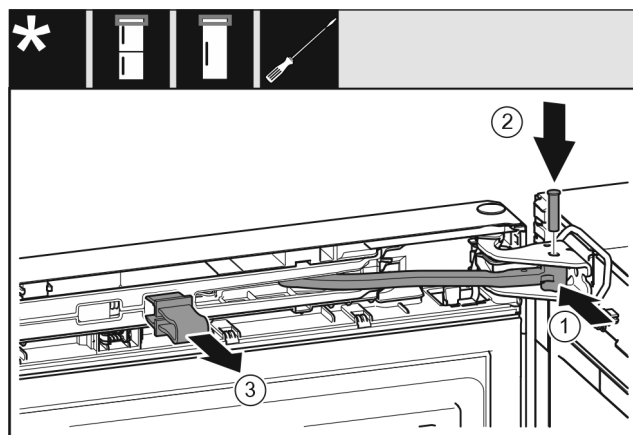

Fig. 66
- Otočte kloub Fig. 66 (1) ve stojanu ložiska.
- Vložte čep Fig. 66 (2) do stojanu ložiska a kloubu. Přitom dávejte pozor, aby byla zajišťovací vačka správně usazena v drážce.
- Pojistku Fig. 66 (3) vytáhněte.